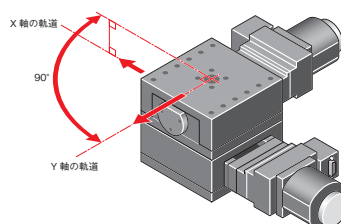

図3-14 XY直交度
3.14 XY直交度 [JIS B 7440-1987 準拠] 【図3-14】